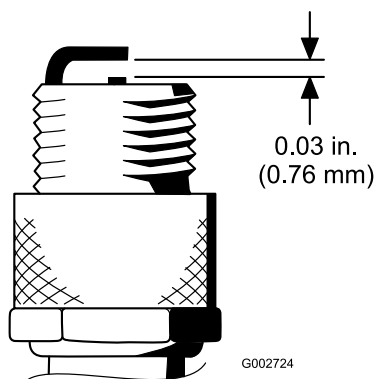

Figura 49
4. Ajuste a folga existente entre a zona central e lateral do eléctrodo para 0,76 mm (Figura 49).